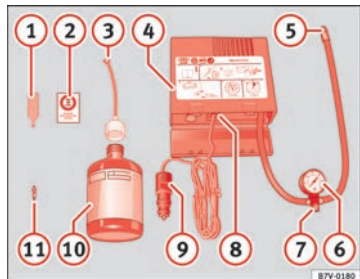

Fig. 178 Representación estándar: contenido del kit antipinchazos.
El kit antipinchazos se encuentra en el compartimento del maletero bajo el revestimiento del suelo. Incluye los siguientes componentes → fig. 178:
- Desenrosque el obús de válvula del neumático con el correspondiente útil → fig. 178 ① y colóquelo sobre una superficie limpia.
- Agite enérgicamente la botella de sellante de neumáticos → fig. 178 ⑩ durante unos segundos.
- Enrosque el tubo de inflado → fig. 178 ③ fijamente en la botella de sellante girándolo en el sentido de las agujas del reloj. El precinto de la boca de la botella se traspasa automáticamente.
- Retire el tapón del tubo de llenado → fig. 178 ③ y enrosque el extremo abierto del tubo en la válvula del neumático.
- Vuelva a enroscar el obús de válvula con el correspondiente útil → fig. 178 ① en la válvula del neumático. ►
- Enrosque fijamente el tubo de inflado del neumático ⇒ fig. 178 ⑤ del compresor en la válvula del neumático.
- Compruebe si el tornillo de evacuación de aire ⇒ fig. 178 ⑦ está cerrado.
- Acople el conector ⇒ fig. 178 ⑨ a una toma de corriente de 12 voltios del vehículo ⇒ página 137.
- Conecte el compresor de aire con el conmutador ON/OFF ⇒ fig. 178 ⑧.
Vuelva a enroscar el tubo de inflado ⇒ fig. 178 ⑤ y compruebe la presión en el manómetro ⑥.